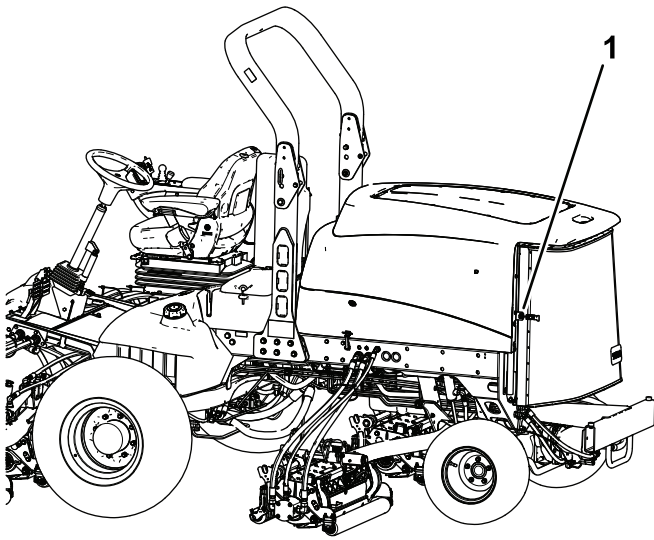

Bild 115
2. Entriegeln und schwenken Sie das hintere Gitter in die geöffnete Stellung (Bild 115).